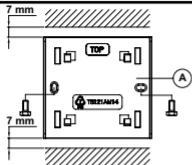

Fig 3.
1. Fixez la plaque de retenue A (fig. 3) à l'aide des vis fournies avec l'appareil sur un boîtier encastré ou directement au mur à l'aide des vis et des chevilles. L'indication "TOP" doit figurer en haut de la plaque de retenue.